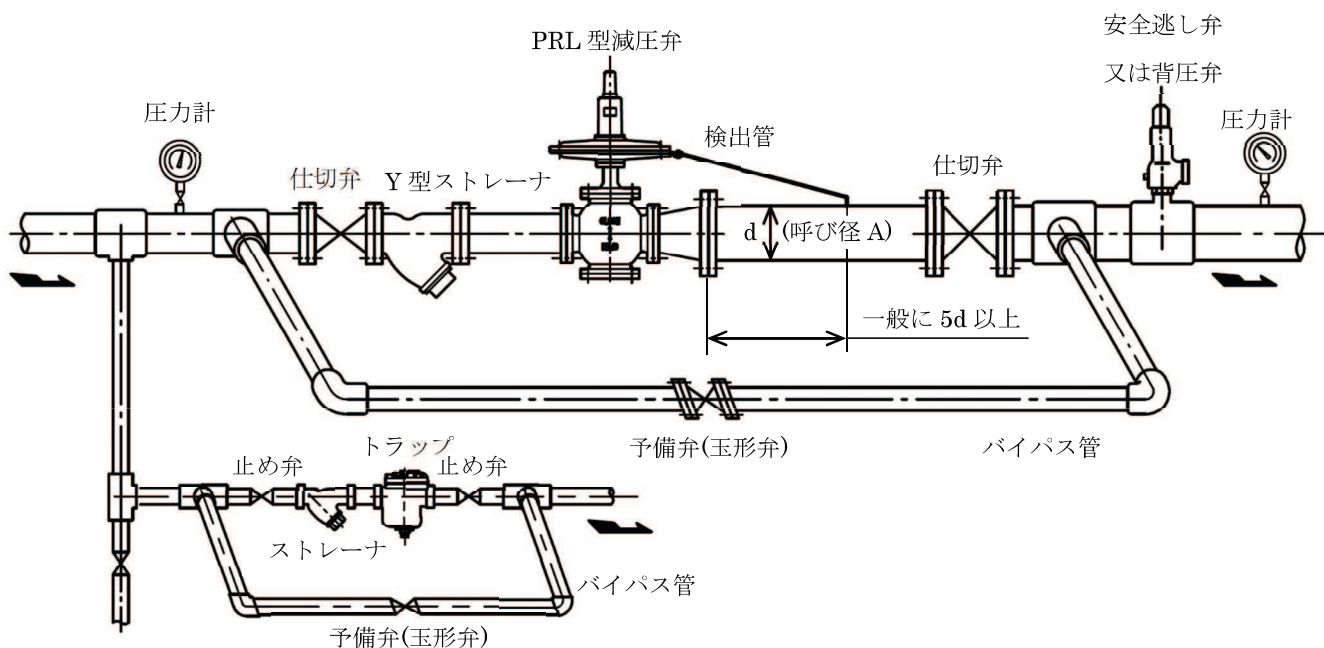

図3 配管例図
<ul style="list-style-type: none">● 減圧弁は最初の通気時の安全のために、未設定で納入します。ご指定により設定して納入することもできますが、いずれの場合も最初の通気時は、慎重にゆっくりと実施してください。● 減圧弁を取り付ける前に弁箱内に異物が入っていたり、輸送中に減圧弁が破損していないかお確かめください。防止処置は施してありますが念のためお調べください。● 減圧弁を取り付ける前に配管内の清掃を充分行ってください。作動不良の大部分は配管中の鉄屑・塵埃によるものですから、これらの除去には特に御留意ください。● 配管に際しては流体の流れ方向と弁箱にある矢印の方向を必ず一致させてください。また、水平配管に正立に設置してください。● 配管に際しては配管例図(図 3)に示すように必ずY型ストレーナ、安全逃し弁(又は背圧弁)及び予備弁(玉形弁)を備え、更に前後弁(仕切弁)と圧力計を取り付けるよう御計画ください。● 配管の応力をなるべく弁箱にかけないよう注意してください。弁箱にかかる応力が過大になりますと、摺動部がゆがみ円滑な摺動ができなくなったり、弁座と弁体の当たりが悪くなったりします。
- 2.4 配管に際しては図3の配管例図に示すように必ずY型ストレーナ、安全逃し弁(又は背圧弁)及び予備弁(玉形弁)を備え、更に前後弁(仕切弁)と圧力計を取り付けるよう御計画ください。